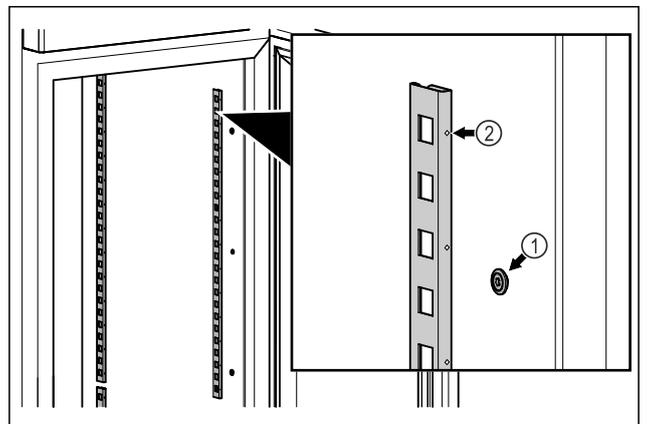

Fig. 56 Immagine a titolo di esempio
- Agganciare le barre di arresto in sospensione Fig. 56 (1). Il contrassegno Fig. 56 (2) deve essere rivolto in avanti.